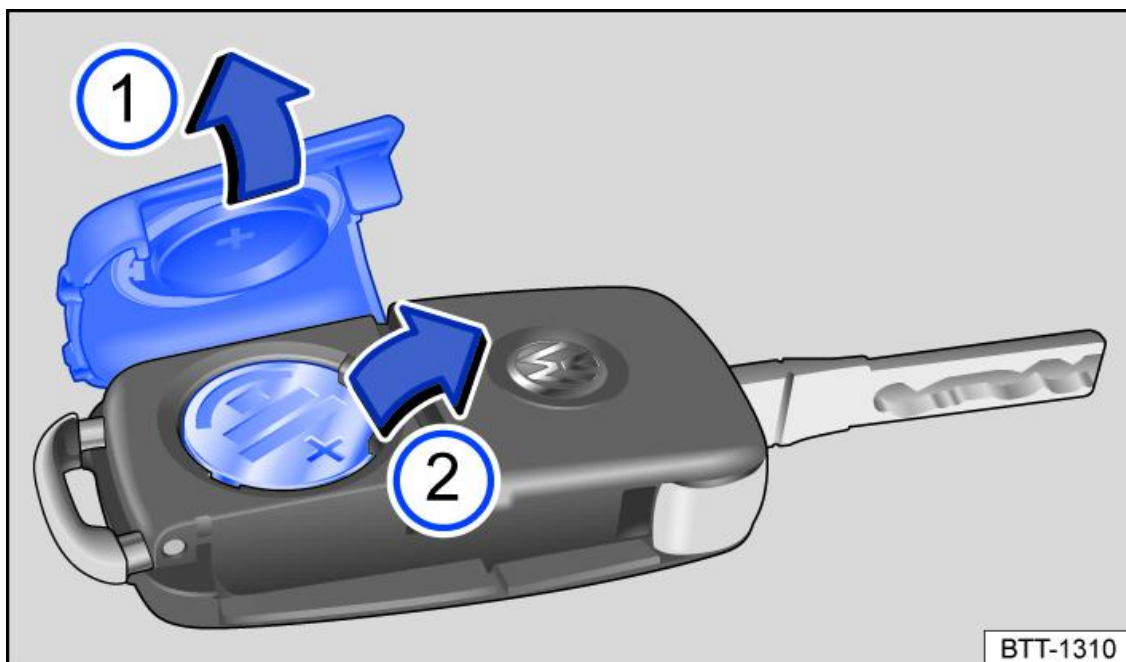

Fig. 1 Sostituzione della batteria a bottone
2. Sollevare la copertura → *fig. 1* 1 → ⓘ.
3. Estrarre la batteria a bottone dal suo alloggiamento → *fig. 1* 2.
5. Premere la copertura sulla chiave → *fig. 1* 1.